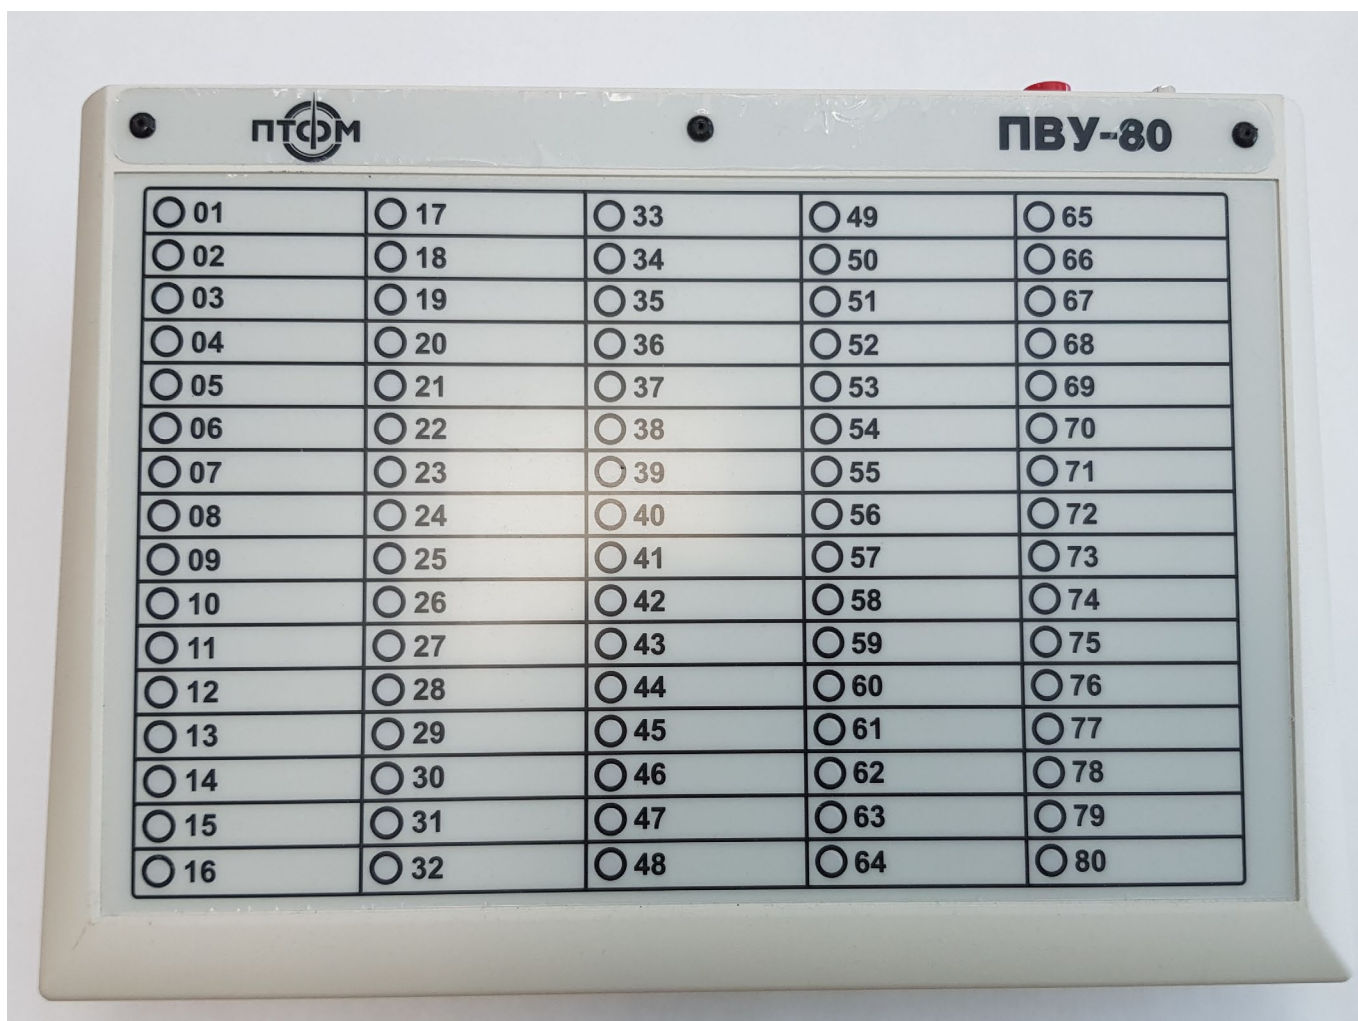

Рисунок 0 - Общий вид пульта
1.1.1 Изделие рисунок 0 предназначено для контроля состояния релейных выходов газоанализаторов - сигнализаторов взрывоопасных газов и паров СИГНАЛ-03К-СО, Сигнал-03К-СОМ, детектора моногаза ДМГ или ДМГ-3 (-ЗМ; -ЗР4 -ЗМР) с подачей звуковой и световой сигнализации и формированием управляющих сигналов реле.